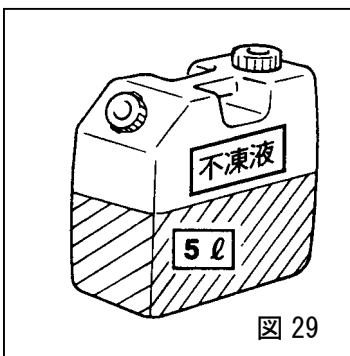
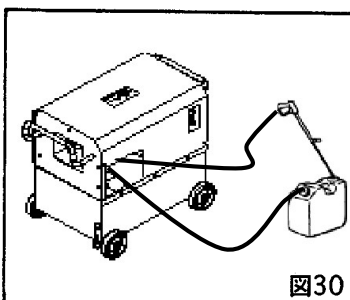

図 29
図30
(1) 不凍液を5L程度容器に用意してください。(図29)。
(2) ストレーナを水源より取り除き、電源スイッチを「手動」にします。吸水ホース、余水ホース、高圧ホース、ガンジェットランスに入っている水を吐出させます。水がなくなりましたら電源スイッチを「切」にします。
(3) 用意した不凍液の容器に吸水ホース・余水ホースを入れ運転開始の要領で再び電源スイッチを「手動」にします。
(4) ガンを低圧で不凍液の容器の中に吐出させ不凍液を循環させてください。1分程循環させたら完了です(図30)。